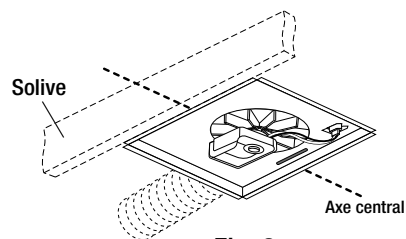

Fig. 2
- Marquer l'axe central de l'ouverture du ventilateur existant, comme indiqué à la figure 2.